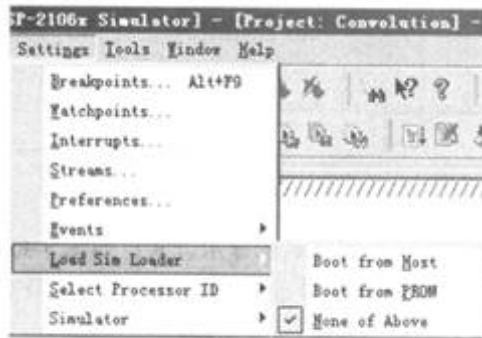

图 5-42 Load Sim Loader 菜单
1) 选择 VisualDSP++ 主界面的下拉菜单 Settings 中的 Load Sim Loader，如图 5-42 所示。